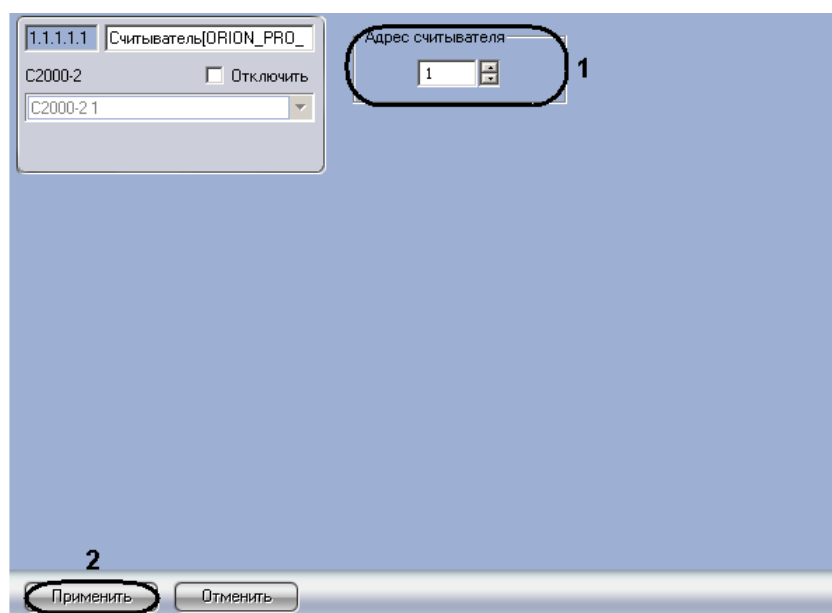

Рис. 3.3—18 Панель настроек объекта Считыватель
2. Указать текущий адрес считывателя в соответствующем поле (см. Рис. 3.3—18, 1). Адрес считывателя не должен совпадать с адресами реле, шлейфов и других считывателей, созданных на базе того же объекта, что и настраиваемый.